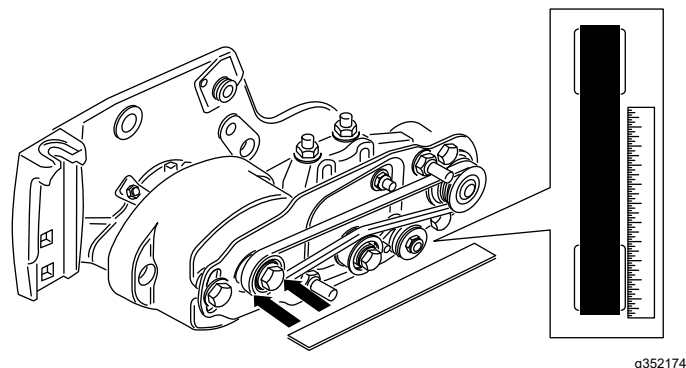

Figure 33
- Placez une règle le long de la face extérieure de la poulie **d'entraînement** (Figure 33). Ne placez **pas** la règle en travers des poulies d'entraînement et menée.